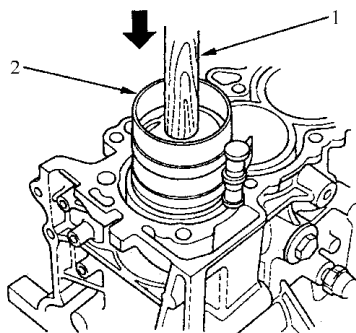

图 2-49 安装活塞
- 4) 将活塞放入气缸, 如图 2-49 所示用木手柄敲击。在装入缸孔之前, 给活塞环压缩工具维持向下的压力, 以防活塞环张开。